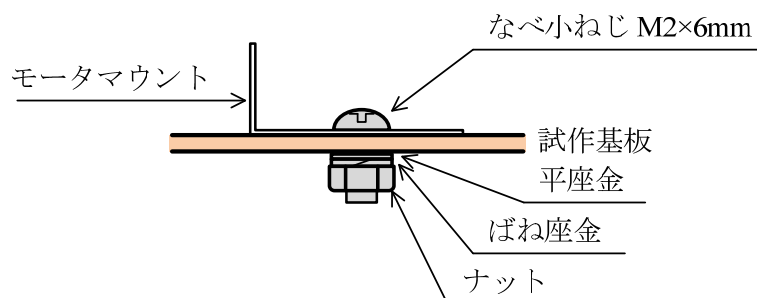

図 5.2 モータマウントの取付け
(2) 駆動部
- DC モータを固定するモータマウントは $\phi 2\text{mm}$ のねじで図 5.2 に示すように固定してください。